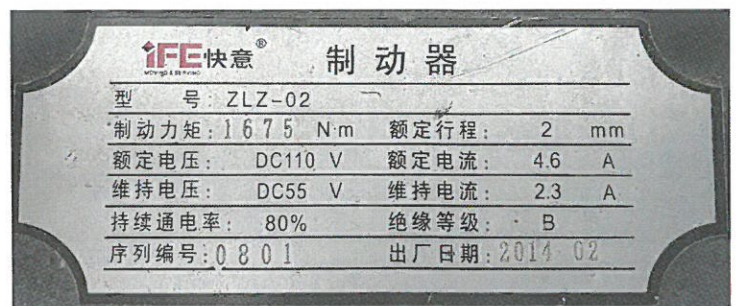

图 3
2. 制动器铭牌如图 3 使用的是非导磁材料的松闸顶杆，不需要更换。